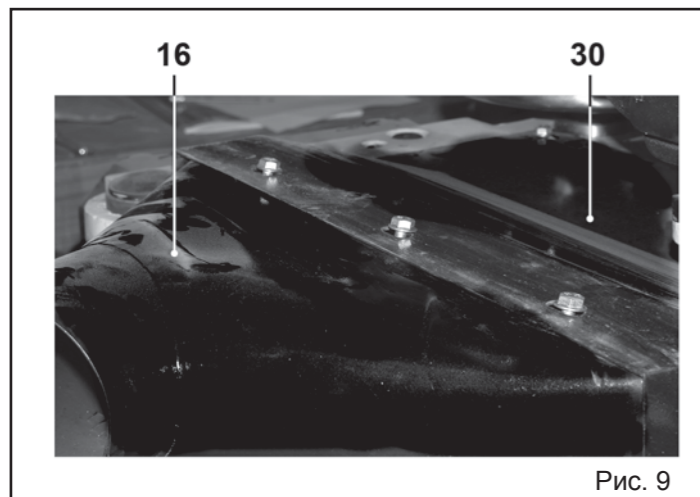

Рис. 9
10.2. Регулировка ножей верхнего строгального вала (Рис. 9 - 13)